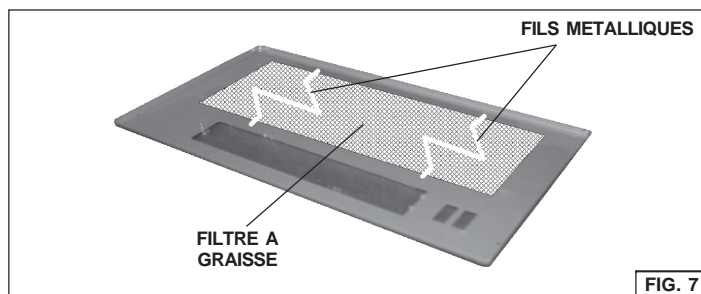

FIG. 7
1. Otez les fils métalliques (Fig. 7) et jetez-les.